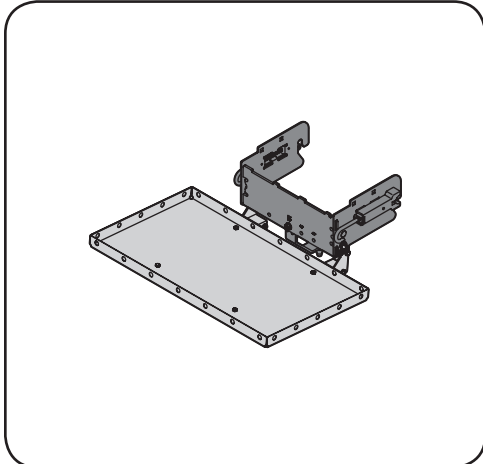

Figura 1-11
12. Use la plataforma del portacargas para almacenar material. Utilice los orificios a lo largo de los lados de la orilla del portacargas para amarrar materiales. Vea la Figura 1-11.